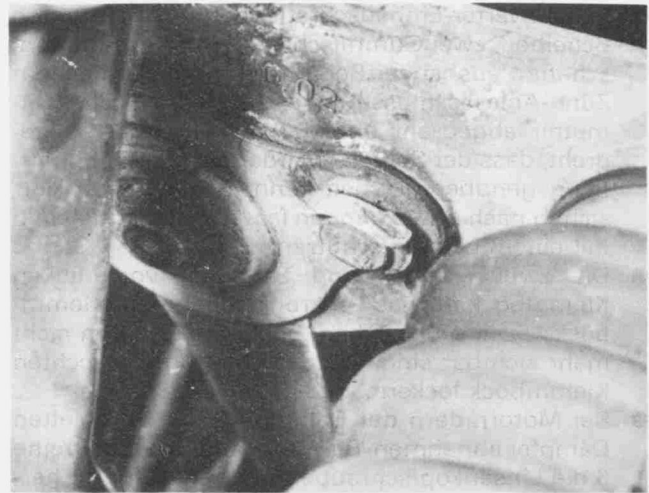

Bild 270
- Zum Ausbauen des Reibungsdämpfers wird das Dämpferrohr herausgedreht und herausgezogen. Sicherungsring und Unterlegscheibe, die die untere Dämpferplatte an der unteren Gabelbrücke halten, sowie die Dämpferplatte abnehmen. Die Innensechskantschraube, die die obere Dämpferplatte am Rahmen hält, mit Mutter abschrauben und obere Platte abnehmen. Die Gummimanschette des Dämpferrohrs aus dem Lenkrohr herausheben (Bild 270).